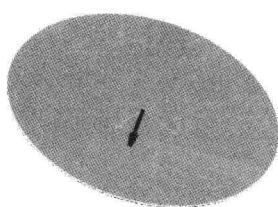
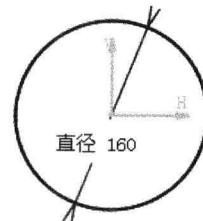

图 1.2 墙体 1
图 1.3 截面草图
Step3. 创建图 1.2 所示的平整钣金壁特征——墙体 1。
(1) 选择命令。选择下拉菜单 **插入** → **Walls** → **Wall...** 命令。
(2) 定义截面草图平面。在对话框中单击 **草图平面** 按钮，在特征树中选取 xy 平面为草图平面。
(3) 绘制截面草图。绘制图 1.3 所示的截面草图，单击 **退出草图** 按钮退出草图环境。
(4) 定义加厚方向。单击 **Invert Material Side** 按钮（定义加厚方向如图 1.2 所示）。
(5) 单击 **确定** 按钮，完成墙体 1 的创建。